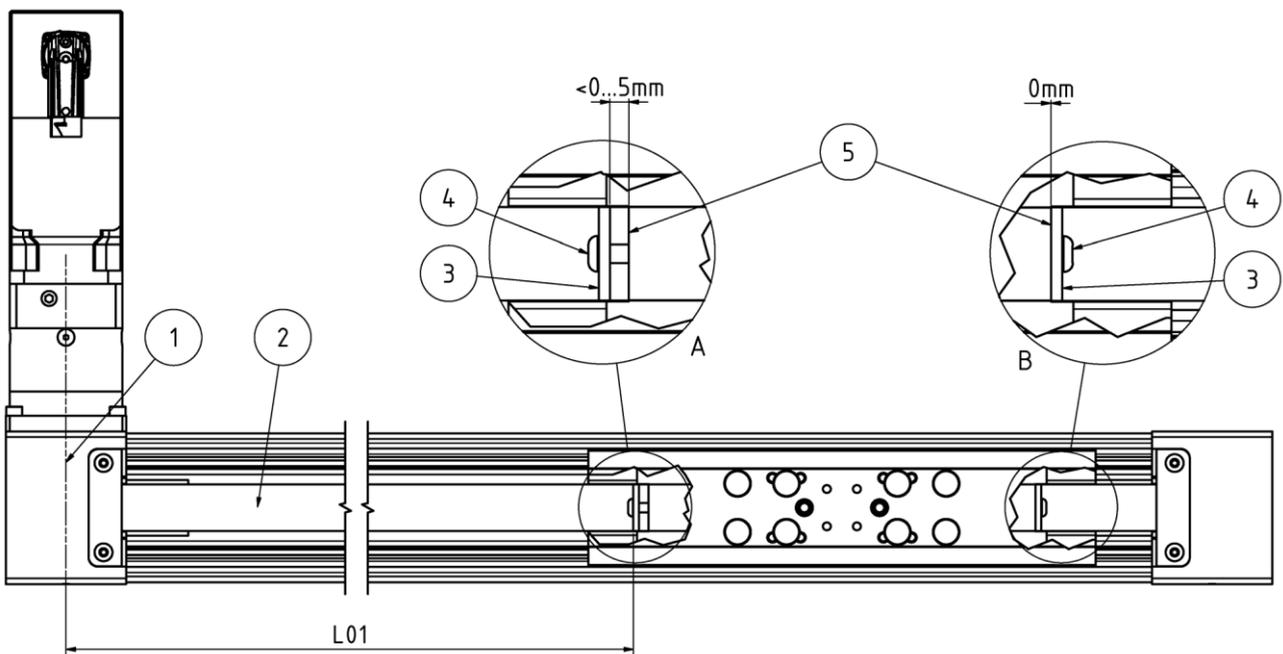

Abbildung 14: Zahnriemenspannung prüfen und einstellen
- ◆ Die freie Riemenlänge (Abbildung 14: Zahnriemenspannung prüfen und einstellen, L01) zwischen der Mittelebene der Zahnscheibe (Abbildung 14: Zahnriemenspannung prüfen und einstellen, Pos 1) und des Riemenspannelementes (Abbildung 14: Zahnriemenspannung prüfen und einstellen, Pos 3) messen.
- ◆ Die gemessene Riemenlänge (Abbildung 14: Zahnriemenspannung prüfen und einstellen, L01) sowie das Riemengewicht (siehe Tabelle 14: Kenndaten Zahnriemen) in das Riemenspannungsmessgerät eintragen. Hierzu werden die Messgeräte "Sonic 507c" der Firma Gates bzw. "Trummeter" der Firma Hilger&Kern empfohlen. Zur präzisen Messung der Zahnriemenspannung ist die Bedienungsanleitung des Messmittels unbedingt zu beachten.
- ◆ Je nach Zahnriemenvorspannung ist die Spannschraube im Läufer (Abbildung 14: Zahnriemenspannung prüfen und einstellen, Pos. 4) vorsichtig zu- bzw. aufzudrehen.
HINWEIS Eine der Spannschrauben ist von Werk aus auf Anschlag gedreht (Abbildung 14: Zahnriemenspannung prüfen und einstellen, Detailansicht B). Dies erkennen Sie daran, dass diese Spannschraube tiefer eingedreht ist und sich nicht weiter eindrehen lässt. Zum Erhöhen der Zahnriemenspannung muss die andere Spannschraube (Abbildung 14: Zahnriemenspannung prüfen und einstellen, Detailansicht A) eingedreht werden. Zum Reduzieren der Zahnriemenspannung, können beide Spannschraube gelöst werden. Die Riemenspannelemente (Abbildung 14: Zahnriemenspannung prüfen und einstellen, Pos. 3) dürfen beidseitig, nicht mehr als 5 mm herausstehen, da sonst die Montage der Stahlbandumlenkungen nicht möglich ist.
- ◆ Sind beide Spannschrauben auf Anschlag eingeschraubt (wie in Abbildung 14: Zahnriemenspannung prüfen und einstellen, Detailansicht B dargestellt) und die erforderliche Zahnriemenspannung noch nicht erreicht, ist der Zahnriemen (Abbildung 14: Zahnriemenspannung prüfen und einstellen, Pos. 2) um einen Zahn zu kürzen.
- ◆ Drehen Sie eine der Spannschrauben (Abbildung 14: Zahnriemenspannung prüfen und einstellen, Pos. 4) komplett heraus.
- ◆ Ziehen Sie den Zahnriemen mit dem Riemenspannelement (Abbildung 14: Zahnriemenspannung prüfen und einstellen, Pos. 3) vorsichtig aus dem Läufer heraus (je nach Ausführung ist das Riemenspannelement ein- oder zweiteilig).
- ◆ Setzen Sie den Zahnriemen (Abbildung 14: Zahnriemenspannung prüfen und einstellen, Pos. 2) mit dem Riemenspannelement (Abbildung 14: Zahnriemenspannung prüfen und einstellen, Pos. 3) wieder in den Läufer ein.
- ◆ Drehen Sie die Spannschraube (Abbildung 14: Zahnriemenspannung prüfen und einstellen, Pos. 4) ein, bis der Zahnriemen sich strafft.